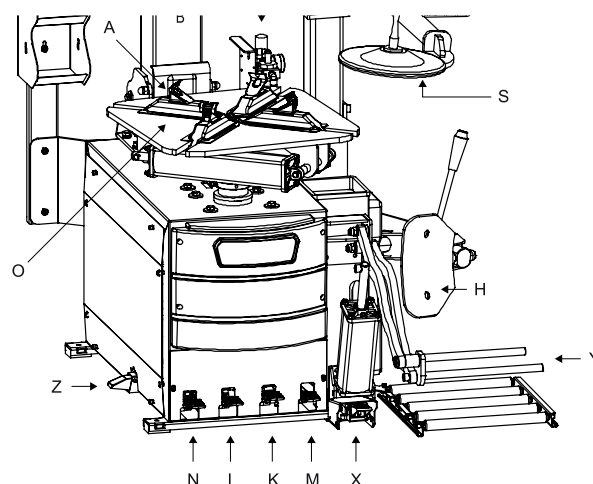
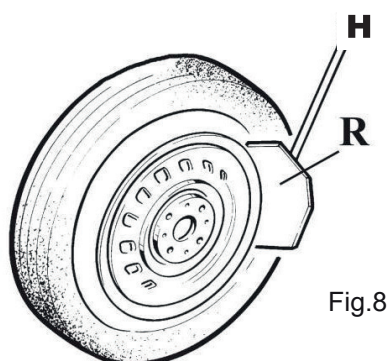

Fig.7
Fig.8
Positionner le détalonneur (H) (Fig.7) contre le talon du pneu, à environ 1 cm de la jante (Fig.8). Faire attention à la pelle, qui doit agir sur le pneu et non sur la jante.